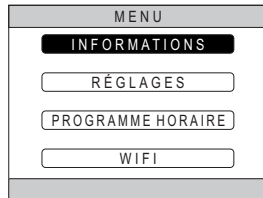

fig. 15
2. Appuyez sur la touche . Le menu s'affichera « fig. 15 »